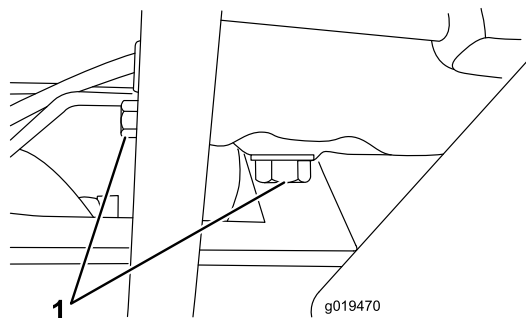

Figura 57
1. Togliete il tappo di spurgo (Figura 57) e lasciate defluire l'olio in una bacinella. Quando l'olio cessa di defluire, rimontate il tappo.